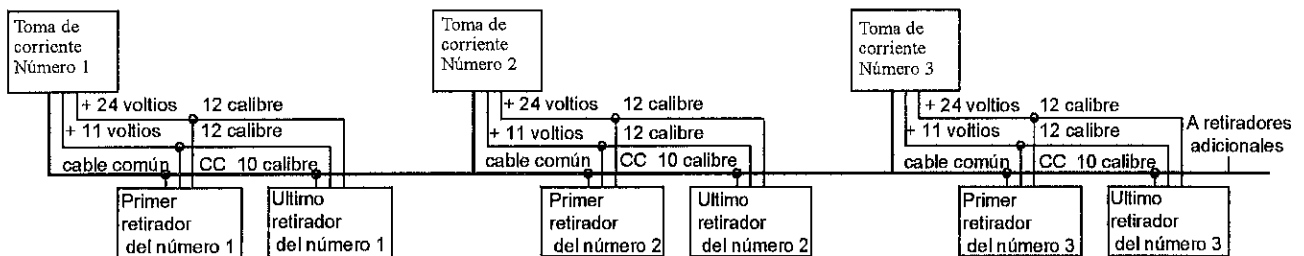

figura 1
Es importante que todos los retiradores tengan el cableado común de corriente continua (CC) conectado en el salón. Consulte la Figura 1 para comprobar el cableado común de corriente continua.